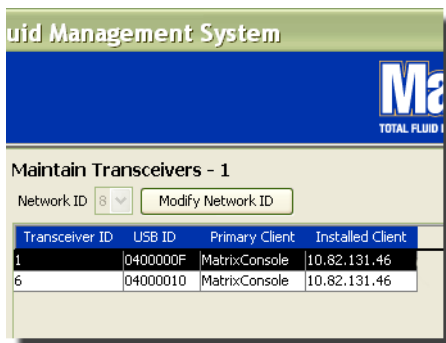

图 92
- 在主客户端字段中显示更新过的主客户端配置文件，如 图 92 中所示。
5. 在流体屏幕上显示流体信息，如图 92 中所示。